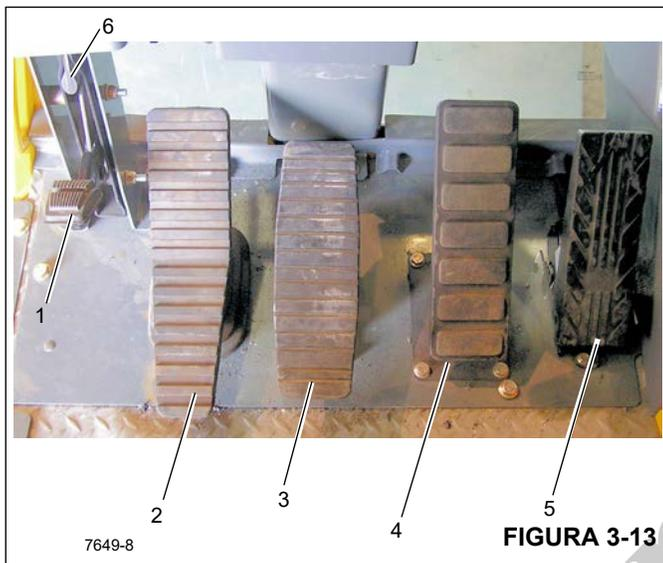

Figura 3-13 Números dos itens
O pedal da trava contra giro (1, Figura 3-13) está localizado no lado esquerdo do piso da cabine do guindaste. O pedal do freio é usado para ativar a trava contra giro e manter momentaneamente a plataforma rotativa na posição. Para liberar a trava contra giro, puxe para cima a Alavanca de liberação da trava contra giro (6).
O Pedal do freio de giro (2, Figura 3-13) localiza-se no lado esquerdo do piso da cabine. O Pedal do freio de giro é usado para acionar o freio de giro para diminuir a velocidade do ou interromper o movimento de giro. A frenagem é proporcional ao pressionamento do pedal. Com o pedal não pressionado e a válvula de controle do freio de giro desengatada, a pressão hidráulica é aplicada ao freio vencendo a pressão da mola e soltando o freio. Pressionar o pedal aciona a válvula do freio de giro a vácuo para aplicar pressão no conjunto do freio. Essa pressão auxilia a pressão da mola a vencer a pressão hidráulica aplicada no circuito de liberação do freio e aplica o freio de mola de acordo com a pressão da válvula do freio de giro a vácuo.
O pedal de controle do telescópio, equipado com guindastes em um guincho auxiliar, (3, Figura 3-13), está localizado no lado esquerdo do piso da cabine. Empurrar a parte superior do pedal para frente estenderá a lança e empurrar a parte inferior do pedal para baixo retrainá a lança.
O Pedal do freio de serviço (4, Figura 3-13) é o segundo pedal no piso da cabine a partir da direita. Pressionar o pedal controla o acionamento dos freios de serviço.
O Pedal do acelerador (5, Figura 3-13) está localizado abaixo do módulo do mostrador do RCL (Limitador de capacidade nominal), no piso. Ele é usado para controlar a velocidade do motor que aumenta ou diminui proporcionalmente com a pressão aplicada no pedal. O pedal é conectado eletricamente ao módulo de controle da superestrutura que envia o sinal ao ECM do motor através do data link J1939.